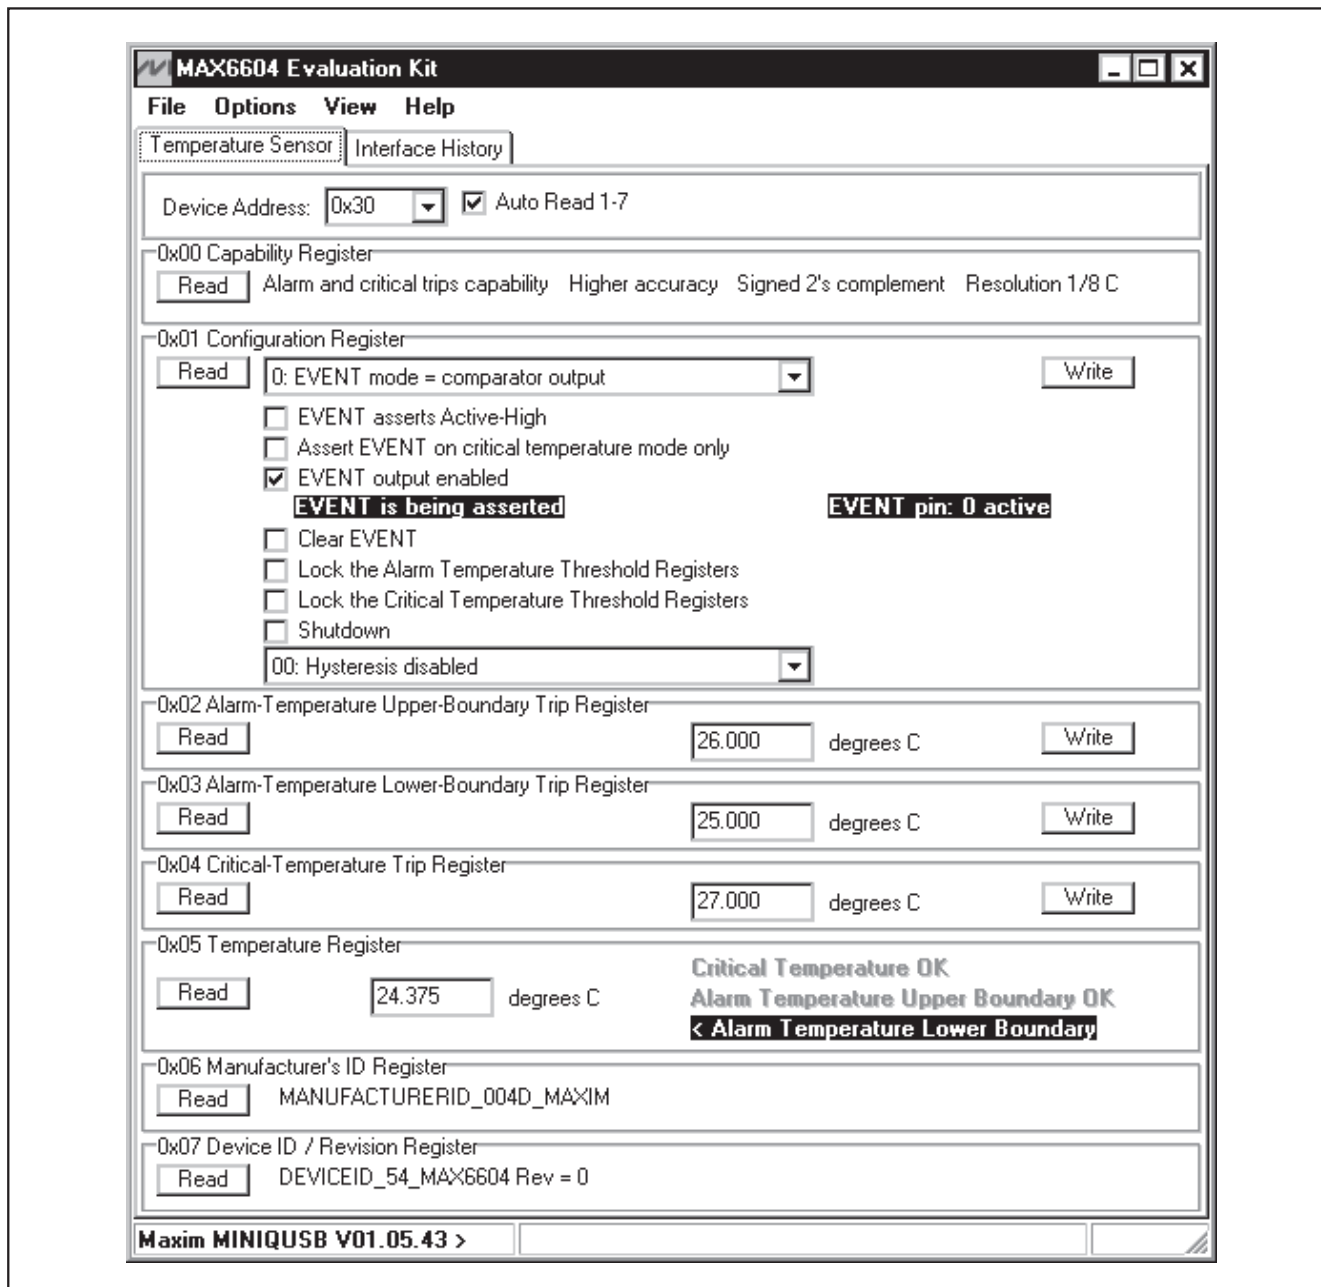

図1. MAX6604のEVキットのソフトウェアのメインウィンドウ(Temperature Sensorタブ)
- 6) **スタート | すべてのプログラム**メニュー中のアイコンをクリックすることによって、MAX6604のEVキットのソフトウェアを起動行します。EVキットのソフトウェアのメインウィンドウが、図1に示すように表示されます。
アサート状態のINTピン、および0x05 Temperature Registerグループボックス内のステータスインジケータによって示されます(また、アラームは、図1に示すように、スレッシュヨルド値を測定温度以下に設定することによっても試験することができます)。
評価ソフトウェアのメインウィンドウ(図1)には、MAX6604温度センサのレジスタが表示されます。各レジスタには、Readボタンがあり、書き込み可能な各レジスタにはWriteボタンがあります。EVENT出力ピンのステータスは、0x01 Configuration Registerグループボックス内のEVENT output enabledチェックボックスに続く場所に表示されます。
Temperature Sensorタブシートには、MAX6604の温度センサレジスタが表示されます(図1)。各レジスタには、個々にReadボタンがあり、書き込み可能な各レジスタには、Writeボタンがあります。Auto Read 1-7チェックボックスにチェックを入れると、全レジスタ値の周期的なポーリングがイネーブルになります。ソフトウェアは、初期起動時に、全8個の利用可能なI2Cデバイスアドレスを検索することによって、Device Addressを決定します。プログラムの動作中にJU1、JU2、およびJU3アドレス選択ジャンプが変更された場合、この値は手動で変更する必要があります。